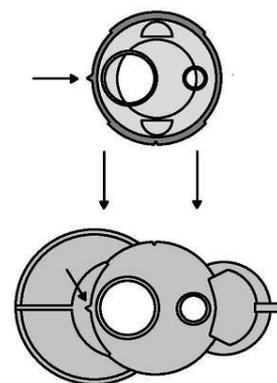

Fig. 4
4. Posicione a saliência triangular da ponteira no mesmo alinhamento que a ranhura correspondente da seringa e coloque a ponteira aplicadora na seringa (fig. 4).